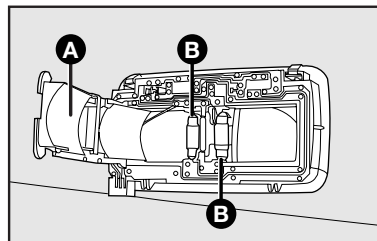

fig. 42
4) saque la lámpara **B-fig. 42** y sustitúyala;